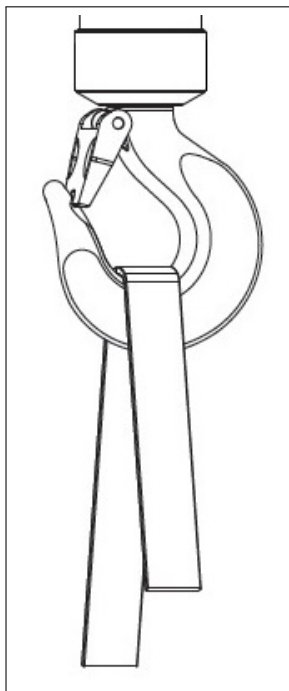

Abbildung 11: Last sicher anschlagen
- ▶ Anschlagmittel an der tiefsten Stelle des Hakens einhängen. Niemals die Hakenspitze belasten (↔ Abbildung 11).